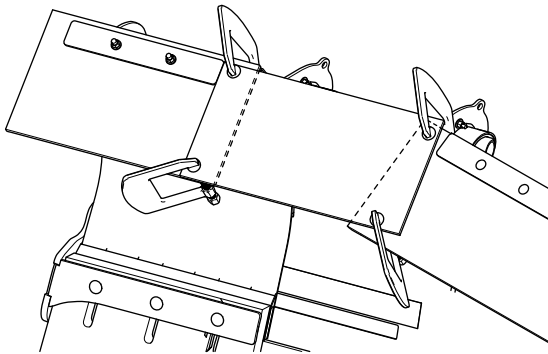

Figura 15
8. Fije los trozos de banda centrales con abrazaderas (Figura 15) después de alinearlos como se indica a continuación: